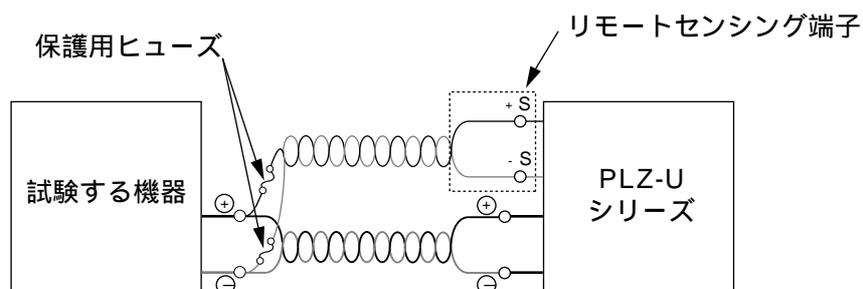

図 5-11 リモートセンシングの配線
- ・ リモートセンシング実行時に、負荷配線が外れると本機が破損するおそれがありますので、接続をご確認してください。なお、保護用ヒューズを接続すれば、事故を防止することができます(図 5-11 参照)。ヒューズは定格電流 0.1A、定格電圧は試験する機器の出力電圧以上のものをお使いください。